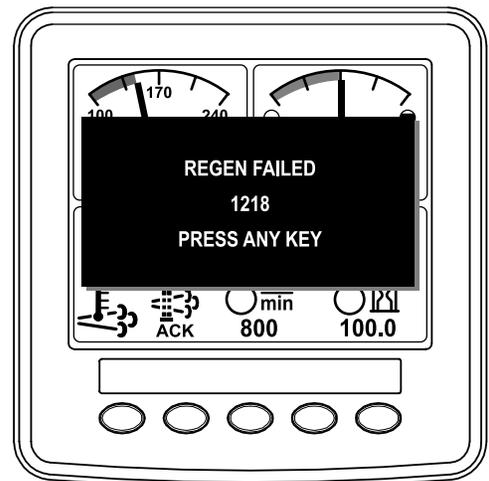

Figure 63
**Remarque:** Si la régénération échoue, l'InfoCenter affiche l'avis n° 1218 (Figure 63). Appuyez sur un bouton pour retourner à l'écran d'accueil.